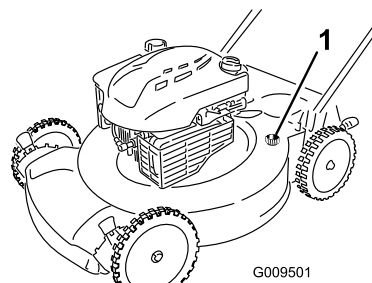

Рисунок 30
- Присоедините садовый шланг, подключенный к источнику воды, к отверстию для промывки в корпусе машины (Рисунок 30).